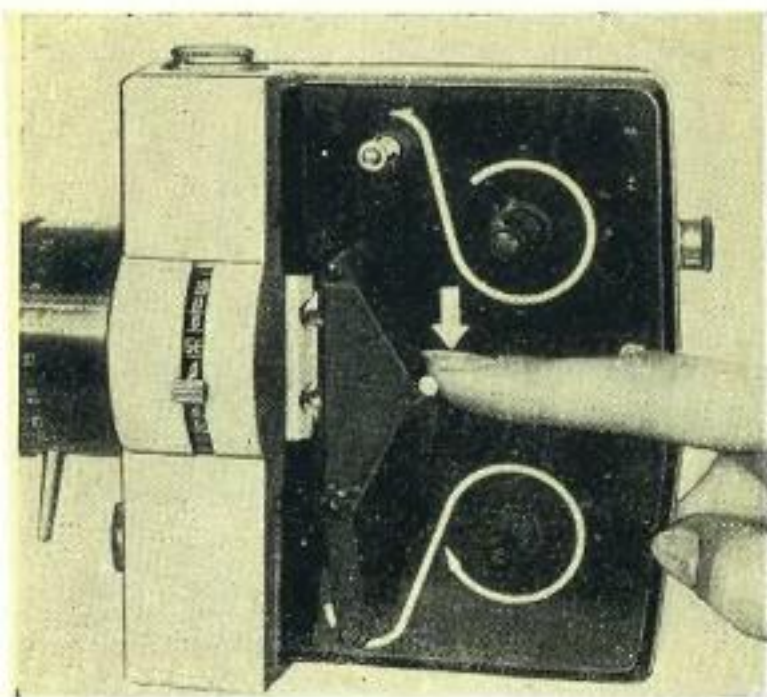

Рис. 10
2. Повернуть головку замка по направлению стрелки до совмещения точки на головке замка с индексом на крышке камеры, снять крышку, вынуть из камеры обе бобины и повернуть рычаг прижимной планки по часовой стрелке до упора; при этом прижимная планка отойдет от фильмового канала (рис. 10).